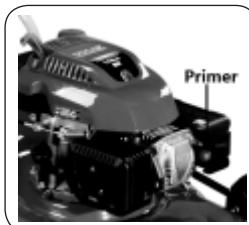

Рис. 22
**ДЛЯ ЗАПУСКА ДВИГАТЕЛЯ** (Рис. 22, 23, 24).
1. При запуске холодного двигателя 3-5 раз нажмите кнопку прокачного насоса (только для моделей без электростартера) (Рис. 22).